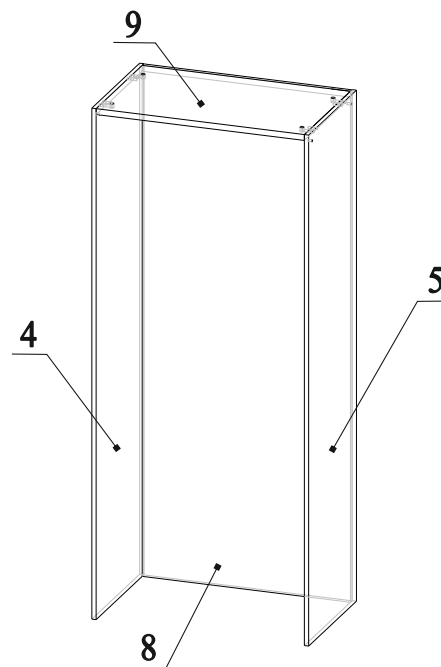

Рис.10
18. Соединить детали 4, 5, 8 и 9, затянуть эксцентрики по часовой стрелки до упора (рис.10);